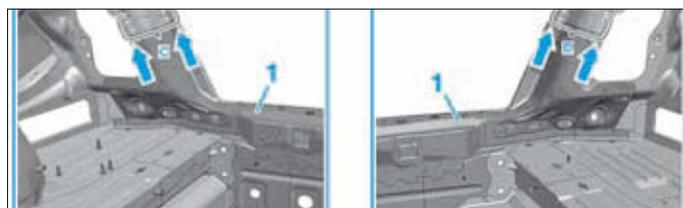

FIG. 178
- Effectuer des trous pour les soudures par bouchonnage dans les zones (C et D) (Fig.178).